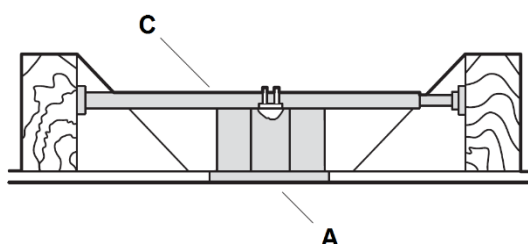

Fig. 4
Para colgar el ventilador donde ya existe una luminaria pero no hay una viga de techo, es posible que necesite instalar una barra de colgado (C) como se ilustra en la **Fig. 4**. Asegúrese de que la barra de colgado que compra se ha diseñado para utilizarse con ventiladores de techo.